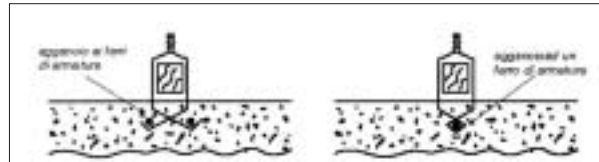

Fig. 3 – Listello di legno fissato al supporto con “baffi” in filo di acciaio
- Fissare i listelli alla soletta con “baffi” in filo di acciaio \varnothing mm 3,5 che sporgono dal cls in cui sono annegati durante il getto, previo aggancio ai ferri di armatura, in modo da legare stabilmente il listello (Fig. 3); i baffi devono legare anche la rete collocata sopra i listelli.